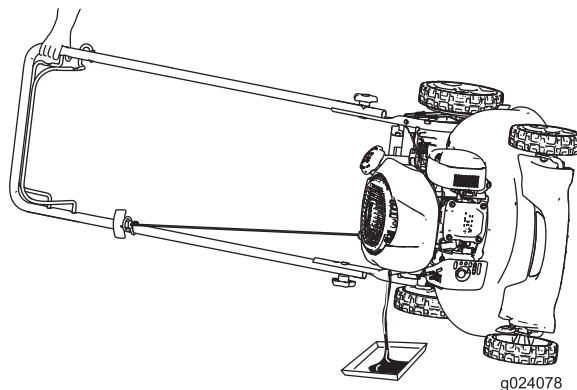

Figure 23
2. Inclinez la machine sur le côté (jauge en bas) pour vidanger l'huile usagée par le goulot de remplissage (Figure 23).